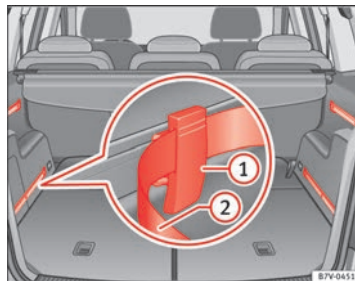

Fig. 97 Nel bagagliaio:
- Posizionare un elemento di fissaggio con i solchi rivolti verso l'alto ⇒ fig. 97 ① nella parte superiore della guida e premere verso il basso.